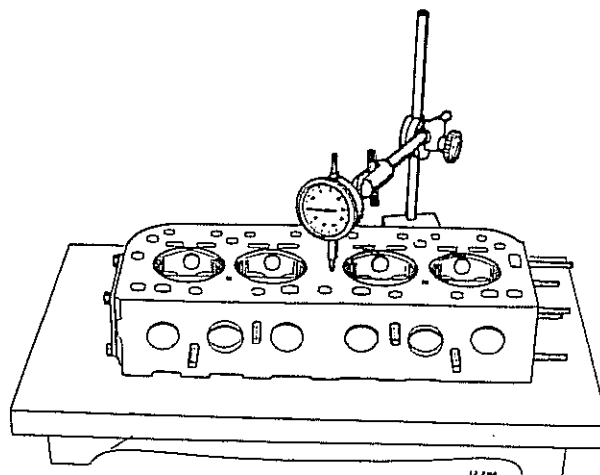

Fig. 53
- 5) Controlar el plano de asiento de la junta. Para verificar la deformación del plano de la junta, colocar la tapa de cilindros sobre un "mármol de comparación" y utilizar un comparador a dial (Fig. 53), o bien una regla de acero y sondas.